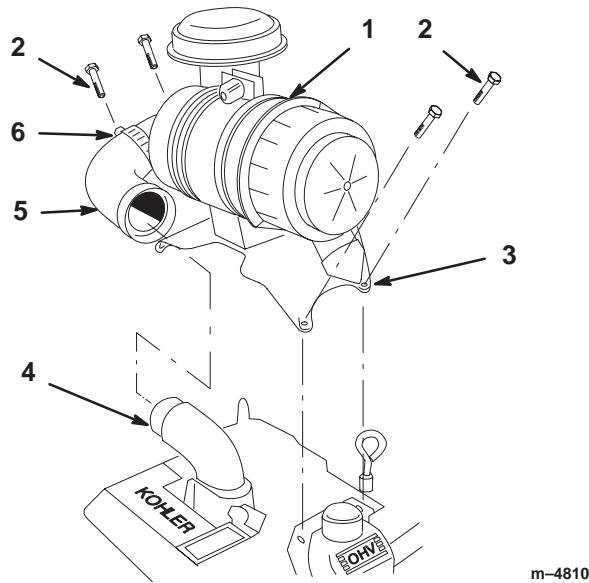

Figure 7
1. Sortez le filtre à air de la boîte. Conservez le filtre à air et son support ensemble (Fig. 7).
2. Retirez les deux vis de montage sur les couvre-culasses (Fig. 7).
3. Posez le filtre à air sur le moteur et alignez les trous du support avec ceux des couvre-culasses (Fig. 7).
4. Placez les vis dans le support du filtre à air et les couvre-culasses (Fig. 7).
- Retirez les bouchons en plastique du coude d'admission d'air sur le moteur et le flexible du filtre à air (Fig. 7).
- Raccordez le flexible au coude d'admission d'air sur le moteur et le filtre à air. Serrez les colliers pour fixer les raccords du flexible (Fig. 7).